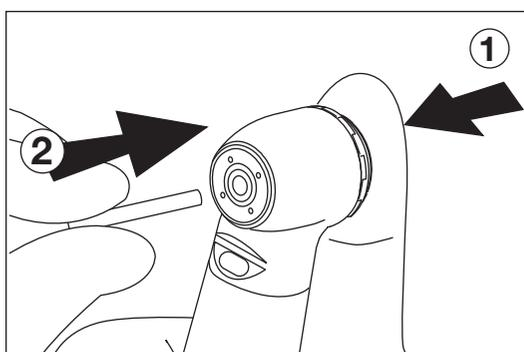

図2
- 2) プッシュボタンを押しながら、バーをチャック内に挿入します。(図2) 取り付け後、必ずバーを押し引きしてバーが確実に装着されている事を確認してください。